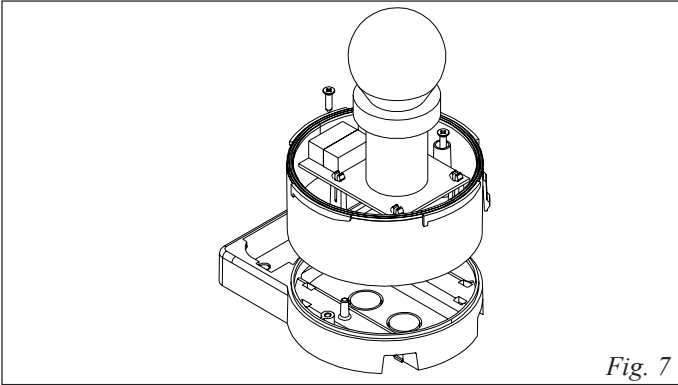

Fig. 7
10- Fissare la base calotta al supporto lampeggiante utilizzando le due viti in dotazione (Fig. 7).
- 10- Secure the cap base to the flashing lamp support, using the two supplied screws (Fig. 7).